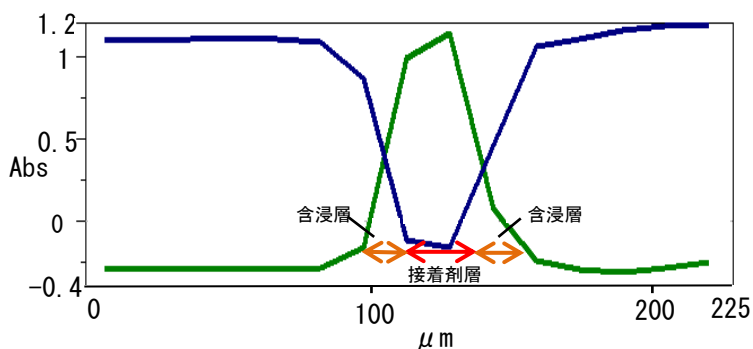
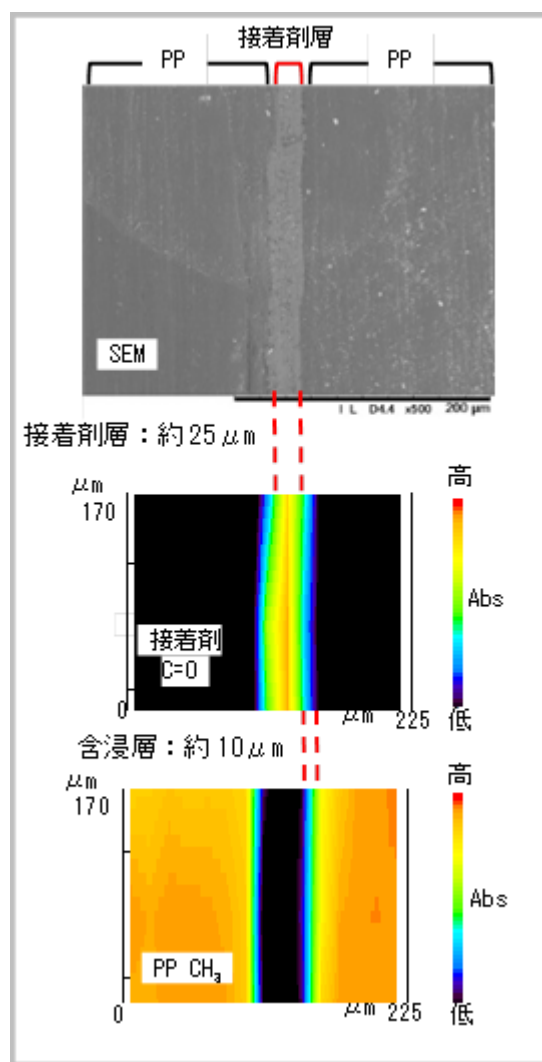

図 8 PP・接着剤成分ラインプロファイル
図 9 PP 接着界面 SEM 画像・IR イメージング画像
難接着性樹脂のポリプロピレン (PP) を市販のプラスチック用接着剤 (接着剤+プライマー) で接着させ、断面研磨 (コーティング前処理なし) 後に低真空 SEM により接着界面を観察した。次に、その接着界面を中心に赤外分光分析 (FT-IR) のイメージング測定により接着剤の PP への含浸状態を分析した。低真空 SEM による接着界面の観察は可能であったが、接着剤の含浸状況の観察は困難であった。FT-IR における接着剤成分と PP の特性ピーク (図 7) のラインプロファイル (図 8) やイメージング画像と組み合わせることにより (図 9)、接着剤成分が PP に約 10 μm 含浸していることが確認された。プラスチック用接着剤のプライマーが PP 表面を溶解し、そこに接着剤が PP に含浸したと推察された。